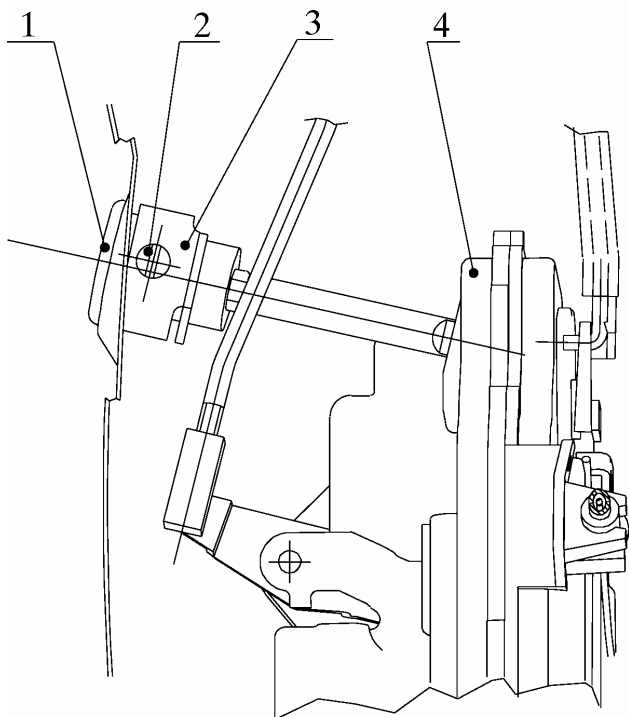

Рис. 14. Снятие выключателя замка
4.1.4. Снять выключатель 1 (рис. 14) замка 4 двери, **вывинтив** на три - четыре оборота (ослабить затяжку) **винт** 2 держателя 3 выключателя замка, сняв держатель 3 (отвертка типа ГОСТ 17199-88).